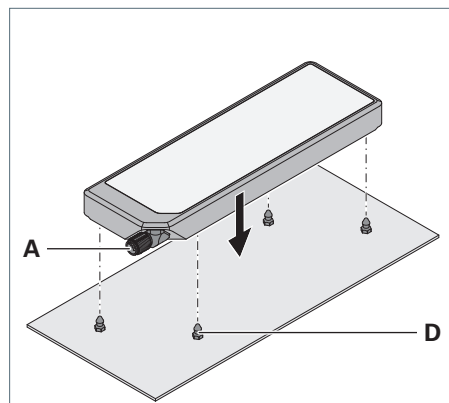
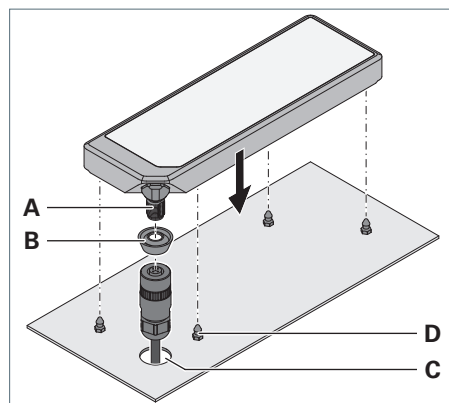

Fig. 1: APA – Connecteur devant la paroi de la machine.
Fig. 2: APA – Connecteur sur la face arrière.
- Connecteur devant la paroi de la machine, voir Fig. 1
- Connecteur sur la face arrière, voir Fig. 2
- **Uniquement** en cas de connecteur sur la face arrière : le trou **C** $\varnothing$ 21 mm pour le connecteur mâle est percé, voir Fig. 2.
- Appliquez un frein-filet approprié sur les embouts à visser **D** fournis, voir Fig. 1 et voir Fig. 2.
- Vissez les embouts à visser **D** dans les trous préparés dans la paroi de la machine, voir Fig. 1 et voir Fig. 2.
- **Uniquement** en cas de connecteur sur la face arrière (position 3.2) : faites glisser la bague d'étanchéité fournie **B** au-dessus du connecteur mâle, voir Fig. 2.
- Pressez le luminaire sur les embouts jusqu'à ce qu'il s'enclenche de manière audible, voir Fig. 1 et voir Fig. 2.